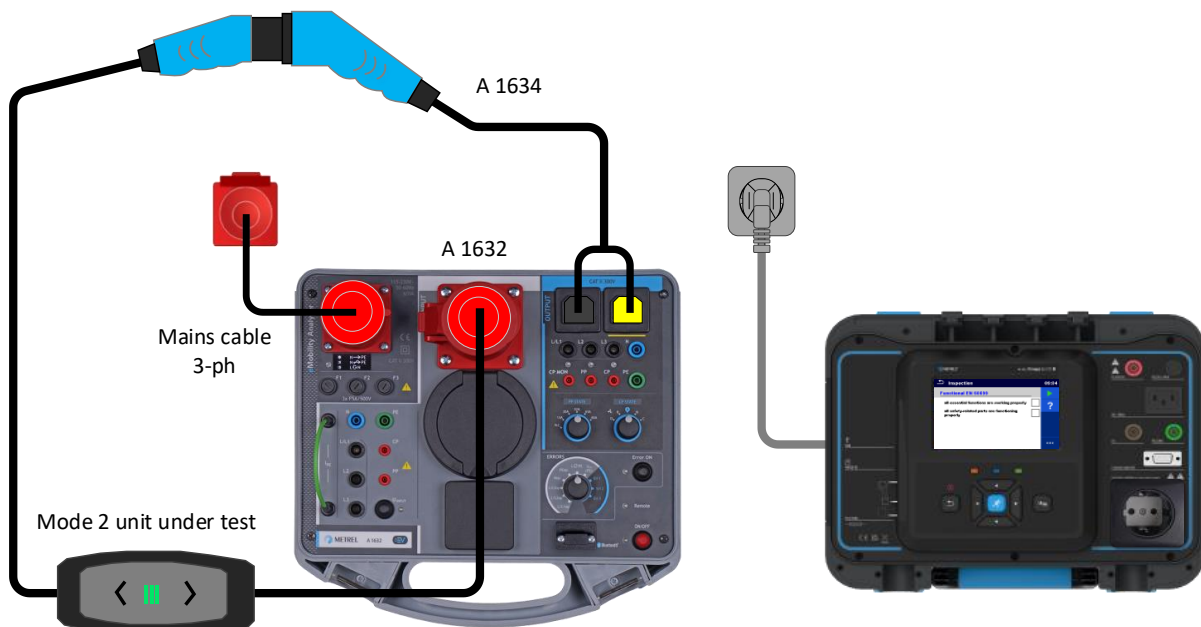

Abbildung 4\_Modus 2 Kabelanschluss
- Verbinden Sie das Ladekabel mit dem eMobility Analyser (A 1632) (siehe Abbildung 4\_Modus 2 Kabelanschluss).